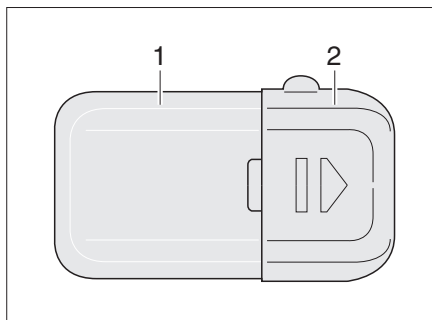

Fig. 183 Lámpara del armario ropero
- Apretar ligeramente la tapa de la lámpara (Fig. 183,1) y quitarla.
- Deslizar la tapa (Fig. 183,2) en sentido de la flecha.
- Deslizar de nuevo la tapa (Fig. 183,2).